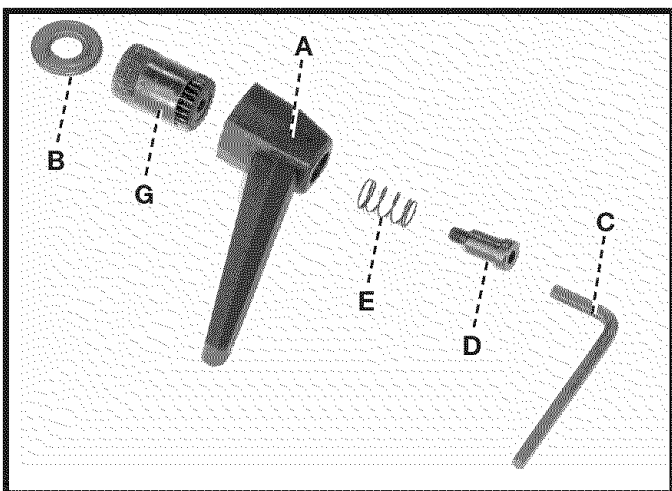

Fig. 13
5. Fig. 13 exposiciones que la mesa que cierra palanca desmontada (quitó en el **PASO 1**). El artículo (B) es un M10 arandela plana, (G) semental, (UN) Cerrando Palanca, (E) la primavera, (D) el tornillo de hombro, y (C) 4 mm llave inglesa del mal de ojo.